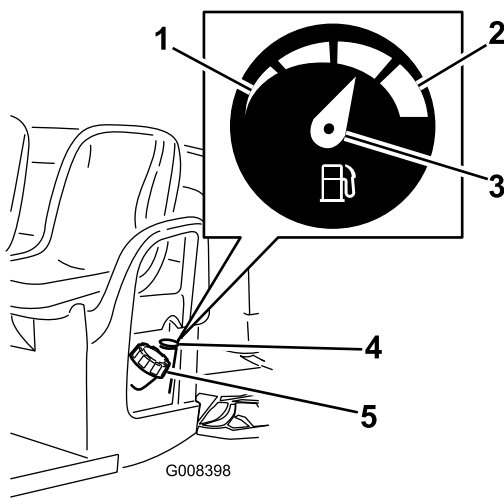

Figura 12
4. Limpe a zona em torno do tampão do depósito de combustível (Figura 12).